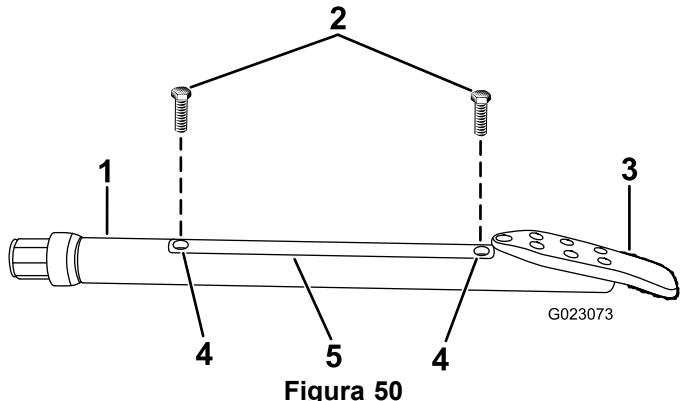

Figura 50
2. Afloje los tornillos que sujetan la tapa al portasonda, y retire la tapa (Figura 50).
4. Instale la tapa del portasonda y sujetela con los tornillos (Figura 50).